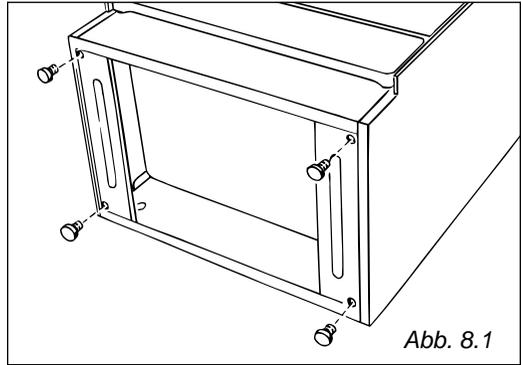

Abb. 8.1
- Stellfüße montieren, um den Fußboden nicht zu beschädigen. Hierzu den Herd seitlich hinlegen (siehe Abb. 8.1) und die beiliegenden 4 FüÙe in die entsprechenden LÖcher eindrücken.